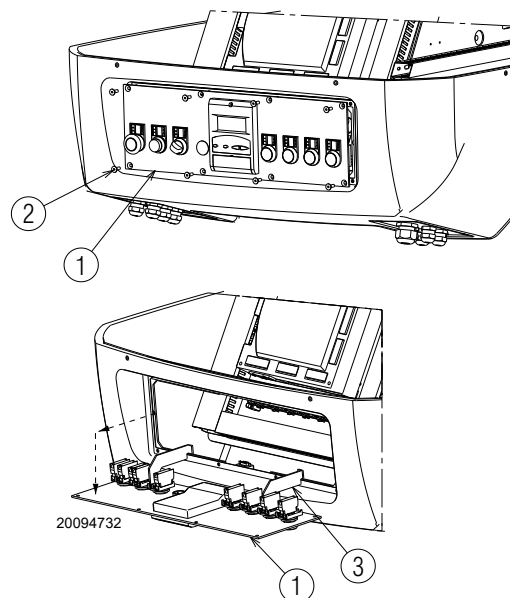

Fig. 35
- dévisser les vis 2) du panneau de commande 1)(Fig. 35);
- extraire le panneau de commande 1) et le tourner 90°, en l'accrochant avec les brides 3) correspondantes dans le profil du tableau électrique comme indiqué dans la Fig. 35;